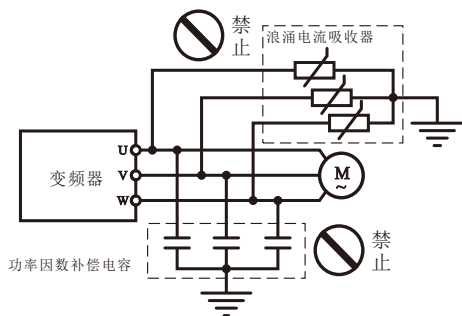

图 1-3
- 由于变频器的输出电压是PWM脉冲波，因此在其输出端请不要安装电容或浪涌电流吸收器（如压敏电阻），否则将会导致变频器出现故障跳闸，甚至功率元器件的损坏。如已有安装的，请务必拆除。见图1-3所示。